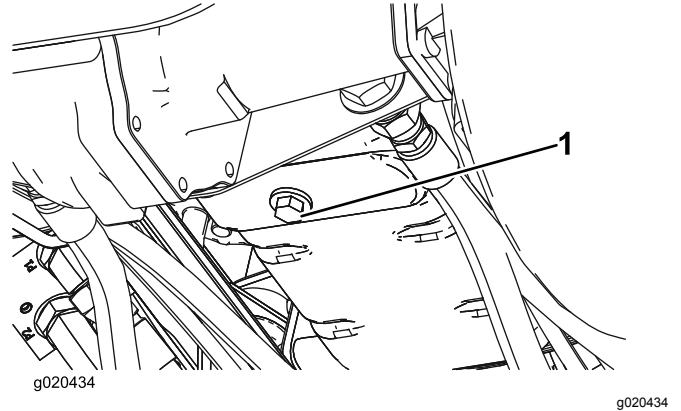

Figura 33
1. Retire o tampão de escoamento (Figura 33) e deixe o óleo escorrer para um recipiente adequado. Quando o óleo parar, volte a montar o tampão de escoamento.